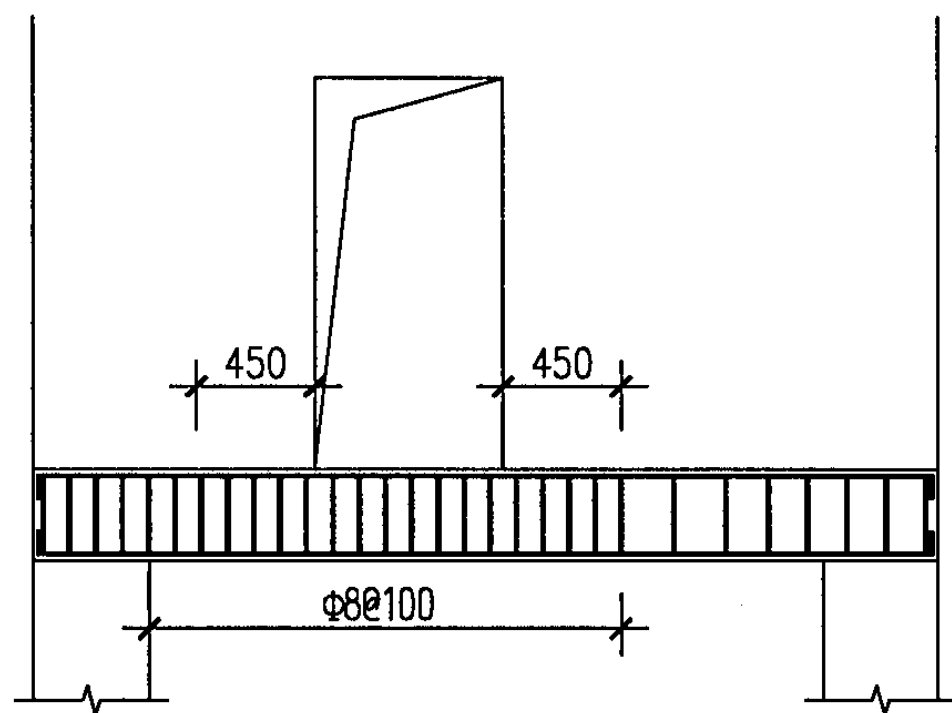

图9.1 偏开洞(内墙二)时基础梁箍筋加密区
9.1 偏开洞（内墙二）洞口的宽度及两侧各一个基础梁高450mm范围内直至靠近洞口的支座边的基础梁箍筋直径不应小于8mm，间距不应大于100mm，见图9.1。